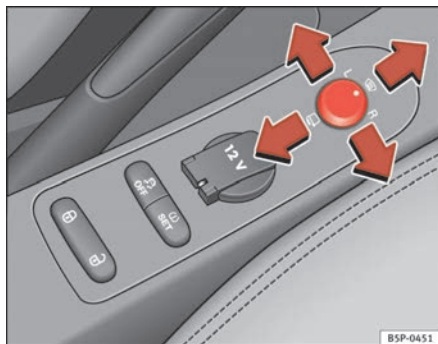

Abb. 89 Drehknopf für Außenspiegeleinstellung
1. Drehen Sie den Drehknopf ⇒ Abb. 89 in Stellung **L (linker Außenspiegel)**.
- Drehen Sie den Drehknopf nach vorne auf die mittlere Stellung ⇒ Abb. 89 ①, damit die Heizung der Außenspiegel und die Funktion der beheizbaren Windschutzscheibe\* im Bereich der Ruhestellung der Wischerblätter eingeschaltet wird ⇒ Seite 128.
- Drehen Sie den Drehknopf ⇒ Abb. 89 in Stellung , um die Außenspiegel anzuklappen. Sie sollten die Außenspiegel immer anklappen, wenn Sie eine automatische Waschanlage durchfahren, um Beschädigungen zu vermeiden.